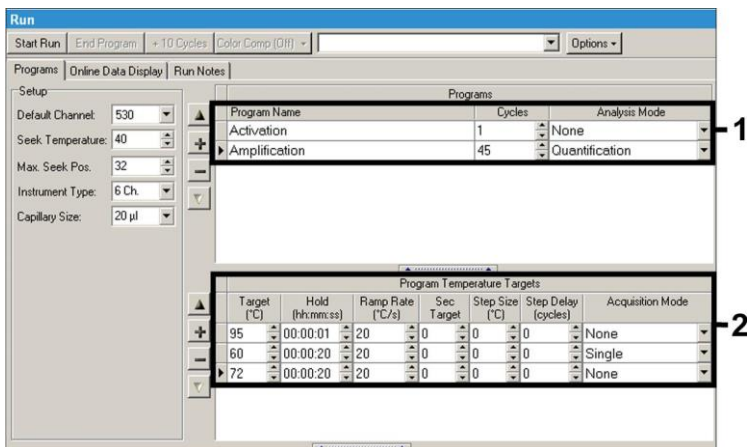

Fig. 7: Amplificação do ADN.
- B. Amplificação do ADN Fig. 7